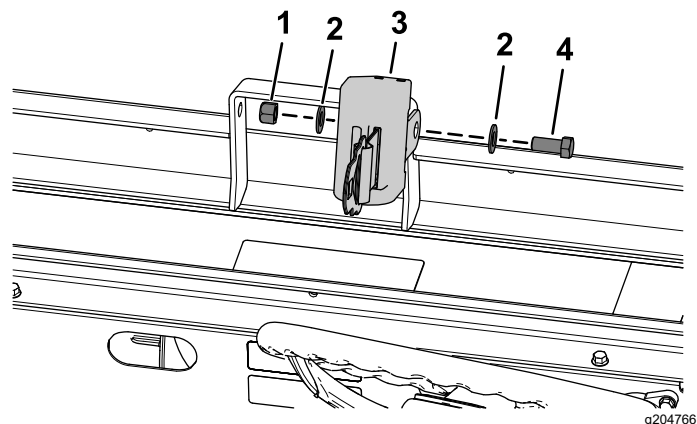

Figura 28
4. Instale un cinturón de seguridad con un perno de cabeza hexagonal (7/16" x 1"), 2 arandelas planas (7/16"), y una contratuercas (7/16"), según se muestra en Figura 28.